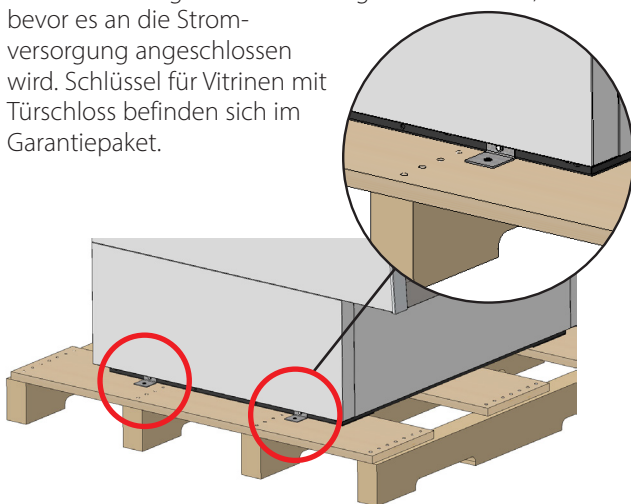

Abb. 3. Positionen der Palettenklammern. Nicht alle Seiten werden gezeigt.
2. **BITTE BEACHTEN:** Die Clips zur Befestigung der Vitrine auf dem Gestell entfernen (siehe Abb. 3). Die Vitrine vor dem Entfernen der Holzpalette möglichst nah zum endgültigen Standort bewegen. Bei einigen Modellen muss ggf. das vordere und/oder hintere Gitter/die Abdeckung entfernt werden, um an die Transportbolzen zu gelangen.